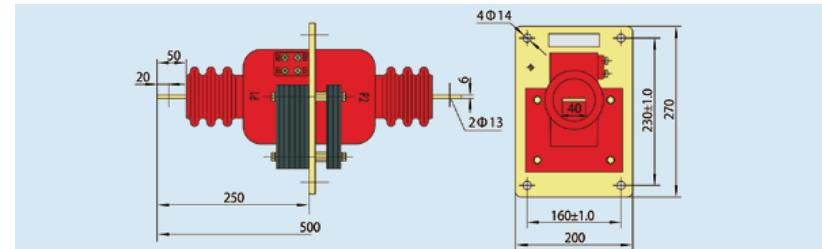

Рис. 6.1 Внешний вид и размеры трансформатора тока LA-10(Q) 5~300 А
6.1 Внешний вид и размеры трансформатора тока LA-10(Q) 5~300 А (см. рис. 6.1)